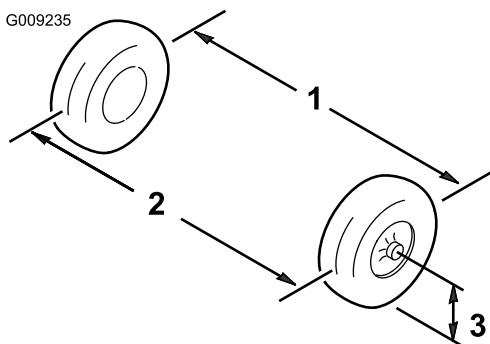

Bild 44
- Messen Sie den Abstand zwischen beiden Vorderreifen auf Achshöhe (an der Vorder- und Rückseite der Vorderreifen) (Bild 44).